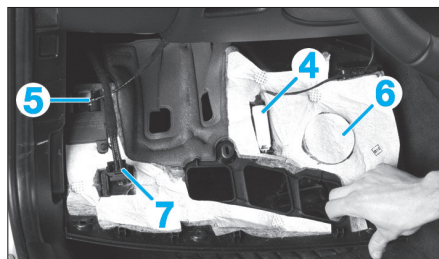

Fig. 4
- Débrancher les connecteurs (Fig.4) :
- de l'éclairer de plancher (4),
- de l'antenne Bluetooth (5) (selon niveau d'équipement),
- du haut-parleur du dispositif mains libres (6) (selon niveau d'équipement),
- du faisceau du contacteur d'embrayage (7) (sur les boîtes de vitesses automatiques).